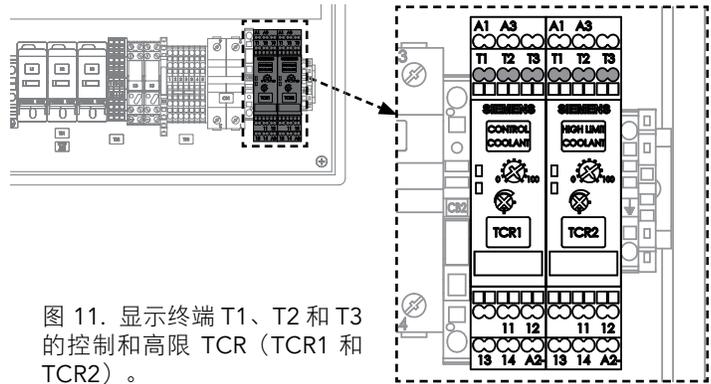
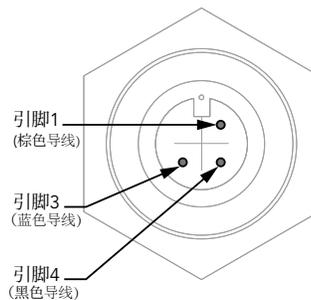

图 11. 显示终端 T1、T2 和 T3 的控制和高限 TCR (TCR1 和 TCR2)。
图 12. RTD 引脚 1、3 和 4。引脚 1 和引脚 3 之间的电阻应在 80 到 120 欧姆之间。引脚 1 和引脚 4 之间应该有连续性。
3. 使用欧姆表，测量 TCR 端子之间的电阻 **T1** 和 **T2**（参阅图 11）：
- 如果在 **TCR 端子 T2** 和 **T3** 之间**不导通**，则找到加热水箱上连接的 RTD。从 RTD 上拧下 RTD 插头。参阅下页表 1 和图 11、图 12。
5. 使用欧姆表，将探头接触到 RTD **引脚 1** 和**引脚 3**。参阅图 12。注意电阻。将探头接触到 RTD **引脚 1** 和**引脚 4** 以检查导通性：